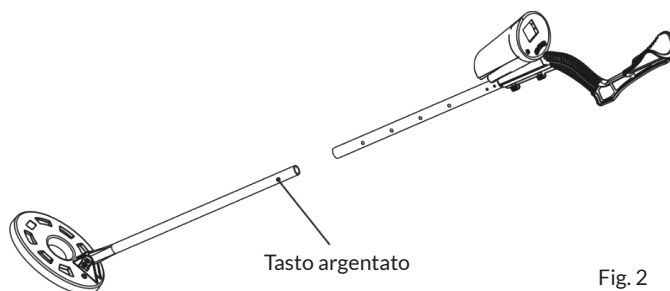

Fig. 2
2. Premere verso l'interno il tasto argentato sul tubo in plastica e spingere all'interno del tubo di plastica il tubo in alluminio nero. Non appena il tasto argentato spunta dal tubo nero, è possibile utilizzare il dispositivo. Il tubo in alluminio nero presenta quattro fori per poter regolare a piacere la lunghezza del tubo e per poter tenere comodamente le braccia distese, mantenendo però la sonda di ricerca a circa 1,5 cm dal terreno (v. figure 2 e 3).